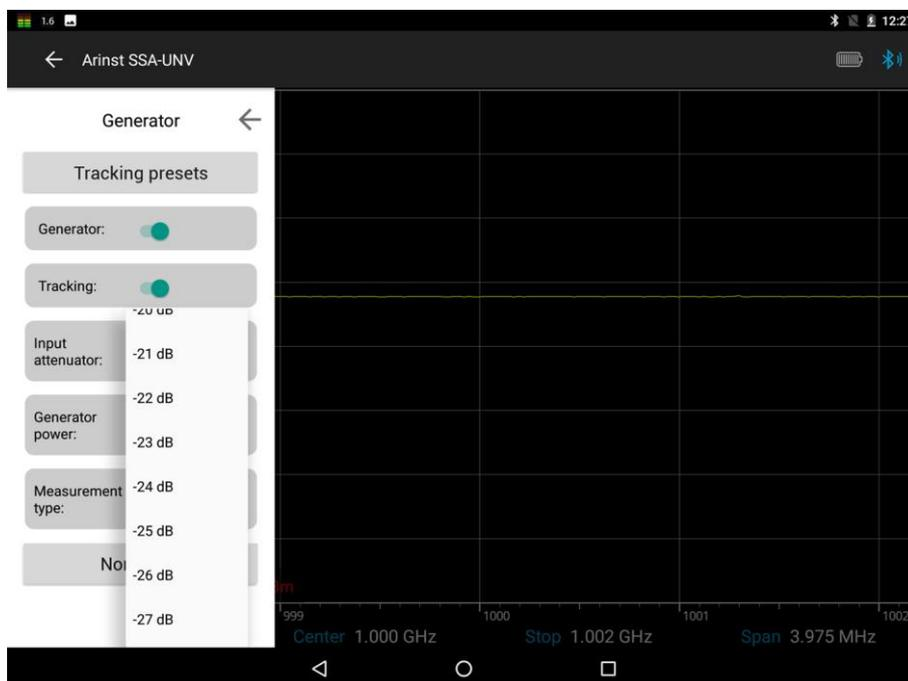

Рисунок 69 – установка уровня ослабления сигнала входным attenuатором
9.2.1. В меню **Generator** включите режим **Tracking** и установите значение мощности генератора **Generator Power** в диапазоне от -15 до -25 dBm, в зависимости от исследуемого оборудования. Установите необходимый уровень ослабления сигнала входным attenuатором **Input attenuator** в диапазоне от 0 до -30 dB, рисунок 69.
9.3.1. В меню **Generator** включите режим **Tracking** и установите значение мощности генератора **Generator Power** в диапазоне от -15 до -25 dBm, в зависимости от исследуемого оборудования. Установите необходимый уровень ослабления сигнала входным аттенюатором **Input attenuator** в диапазоне от 0 до -30 dB, рисунок 69.
9.4.1. В меню **Generator** включите режим **Tracking** и установите значение мощности генератора **Generator Power** в диапазоне от -15 до -25 dBm, в зависимости от исследуемого оборудования. Установите необходимый уровень ослабления сигнала входным аттенюатором **Input attenuator** в диапазоне от 0 до -30 dB, рисунок 69.